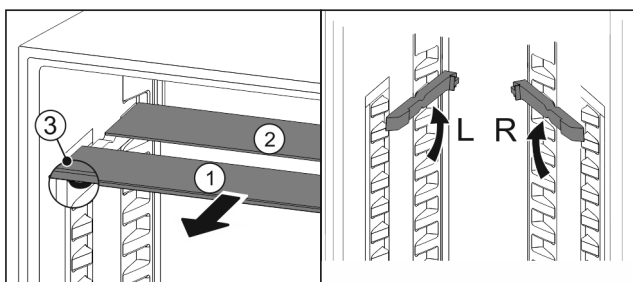

Fig. 120
- ▶ По одной извлеките Fig. 120 (1) стеклянные панели движением вперед.
- ▷ Стеклянная панель Fig. 120 (1) с декоративной планкой лежит спереди.
- ▷ Стопоры Fig. 120 (3) показывают вниз.